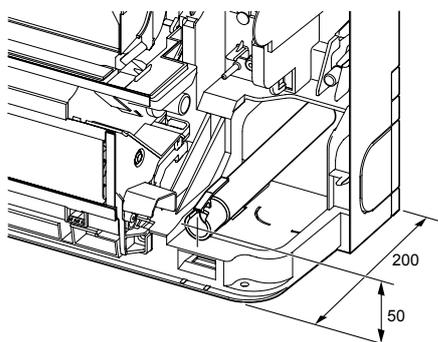

Fig. 5-3
- Ao orientar a tubagem de drenagem, certifique-se de que a mangueira de drenagem é orientada de acordo com o indicado. (Fig. 5-3)